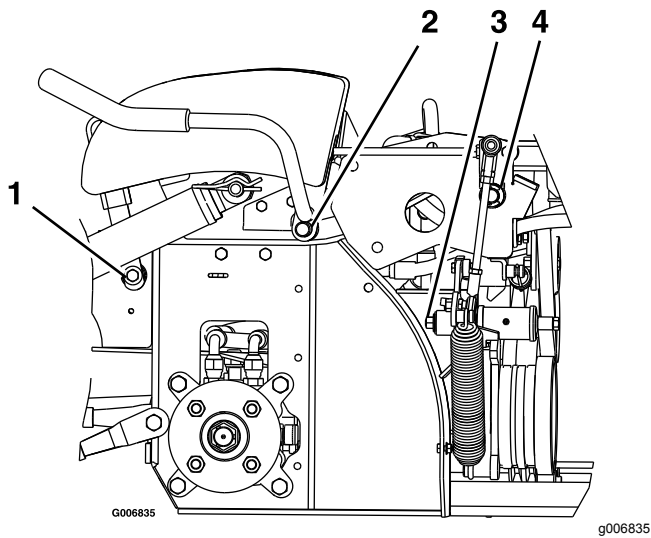

Bild 33
3. Fetten Sie die bronzenen Büchsen am Drehzapfen des Bremshebels mit Sprüh- oder Leichtöl ein (Bild 33).